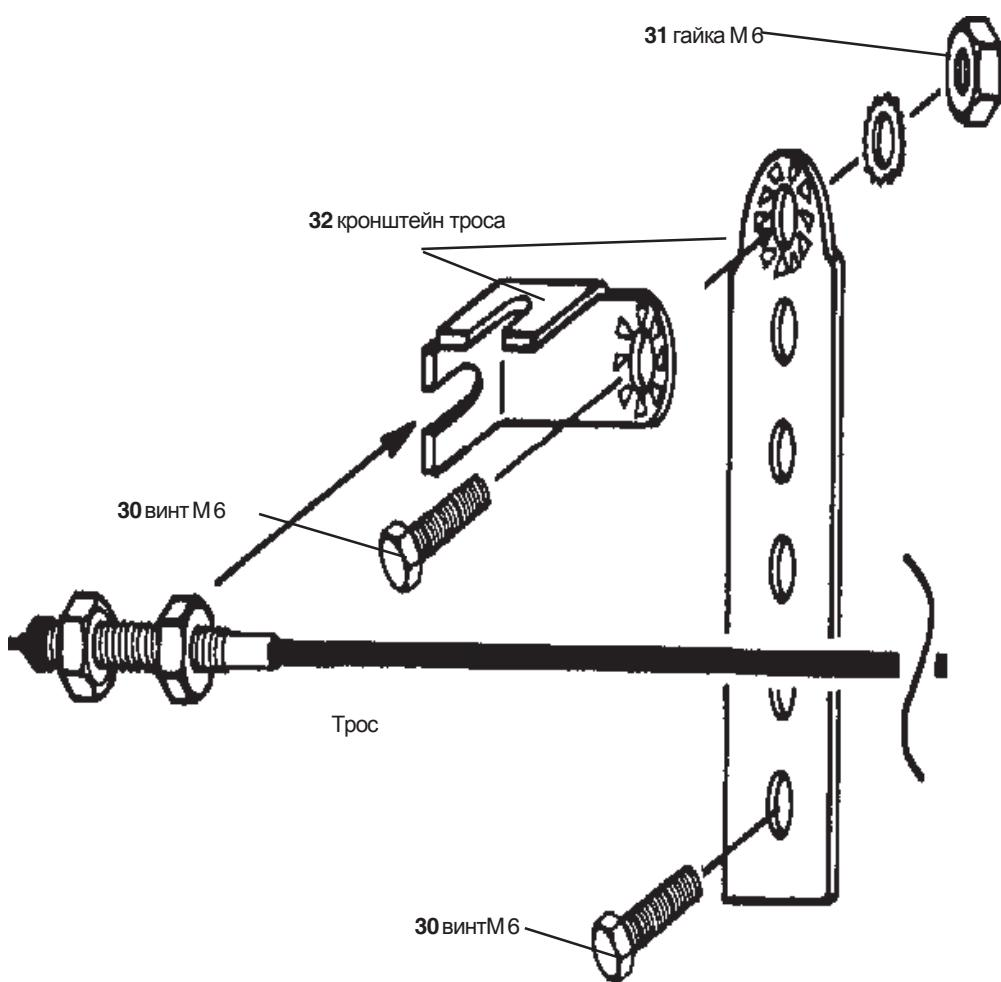

Рис. 7.6
4. Подключите трос к двигателю но не затягивайте (Рис. 7.6). Теперь натяните трос так, чтобы оставалась небольшая слабина. Убедитесь, что рычаг управления возвращается в исходное состояние (При прогретом двигателе). Закрепите всё, возможно понадобится убрать часть бусинок из цепочки. Однако длина цепочки не должна быть меньше 20мм.